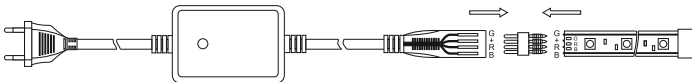

Рисунок 5
- вставить коннектор RGB, идущий в комплекте с драйвером, в RGB ленту. Коннектор имеет разную форму выводов: заострённые выводы подключить к ленте, а скруглённые выводы – к разъёму драйвера (рисунок 5);
- вставить коннектор с лентой RGB в разъем драйвера LED ИПСН RGB 220 В в соответствии с полярностью (7.5). Контакты в разъёме драйвера расположены несимметрично (рисунок 5). При монтаже разъём драйвера расположить так, чтобы контакты располагались в нижней части разъёма;